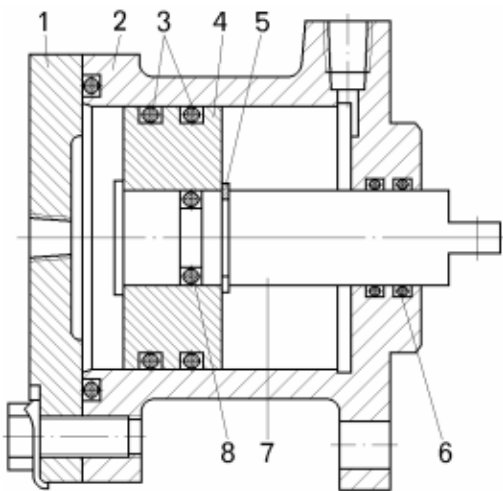

Рисунок 5.10 – Пневмопереключатель:
- отвернуть болты и снять крышку 1 (рисунок 5.10);